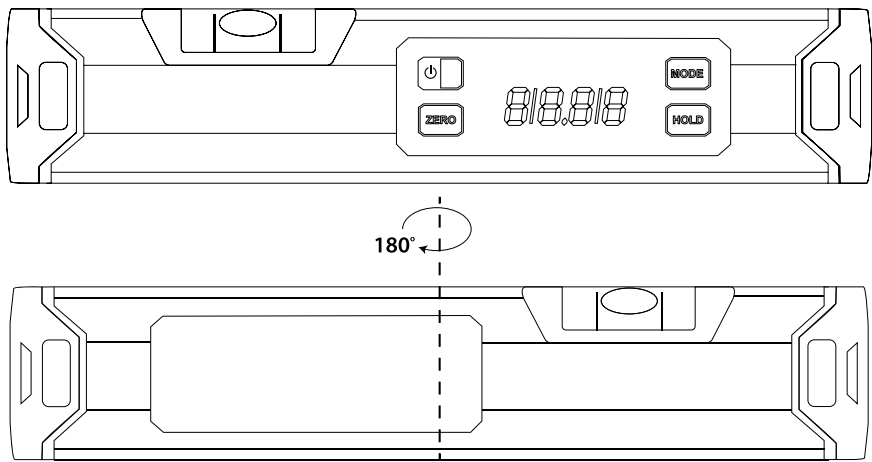

Abbildung 2
- Pulse (1) para apagar el dispositivo. Coloque el dispositivo sobre una superficie plana. Mantenga pulsado (4) y, a continuación, pulse (1) hasta que aparezca CAL1 en la pantalla.
- Sin mover el dispositivo, pulse (4). CAL1 empieza a parpadear y luego cambia a CAL2.
- Gire el dispositivo 180° y pulse (4). CAL2 empieza a parpadear. Cuando CAL2 desaparezca, la calibración se habrá completado (Fig. 2).